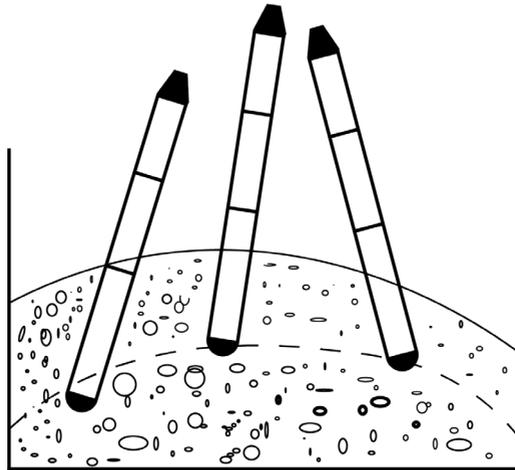

Figure 5
- Ne pas utiliser la bouteille vibrante pour transporter le béton. Comme le vibreur à béton n'est pas un "moyen de transport du béton", la figure 5 illustre la manière dont cela ne doit pas se produire.